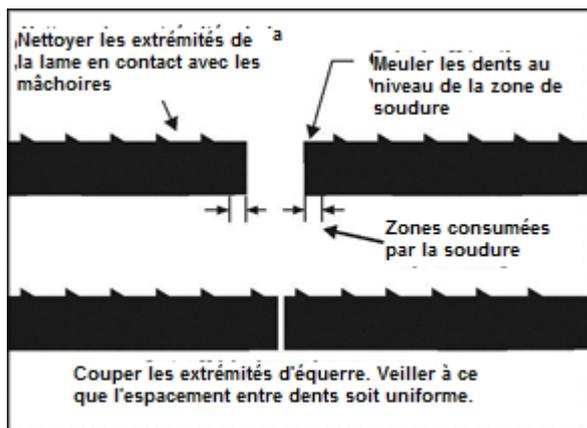

Figure 16
2. Positionner la lame de façon à ce que la coupe soit réalisée à un endroit permettant un espacement uniforme des dents. Voir Figure 16.
Sur des lames à pas fin, il peut s'avérer nécessaire de retirer par meulage une ou plusieurs dents de chaque côté de la coupe de sorte que la zone de la soudure de la lame soit uniforme et que les dents soient régulièrement espacées. Voir Figure 16.